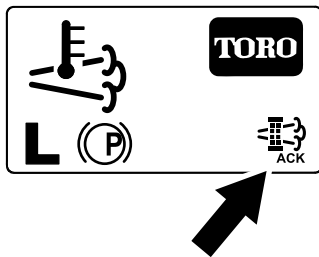

Figura 79
8. L'InfoCenter visualizza la schermata Home e l'icona della rigenerazione (Figura 79) è presente nell'angolo in basso a destra della schermata mentre la rigenerazione procede.